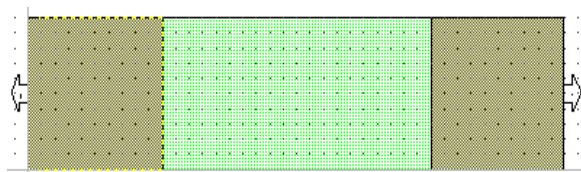

Рис. 5.29
- Закройте окно черчения. Будет выведен запрос, хотите ли вы сохранить нарисованный элемент. Нажмите **Yes**, чтобы сохранить. Полученная топология показана на рис. 5.29.